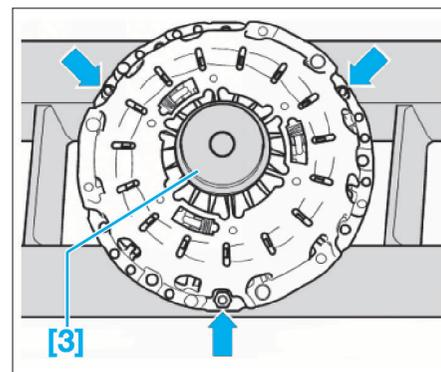

FIG. 7
- [3]. Disque de pression (pour moteurs Diesel avec montage LuK : ref. T10097) (Fig.7 et 8).
- Placer le plateau de pression sur une presse d'atelier de manière à ce que seules les trois têtes de vis soient en appui (Fig.7).